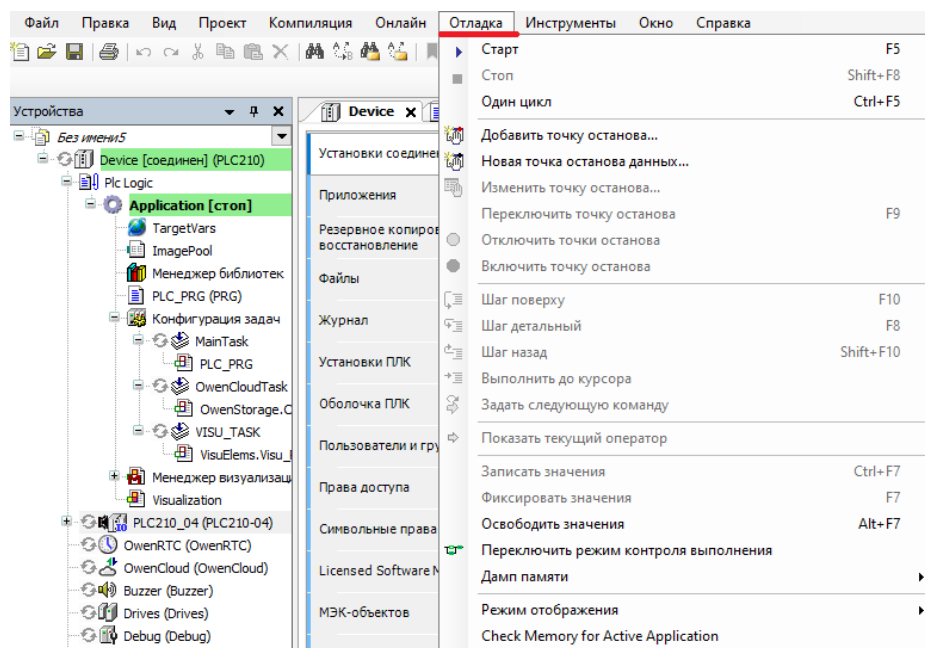

Рисунок 2.49 – Команды меню «Отладка»
**Методы отладки программы.** Меню «Отладка» (рис. 2.49) содержит команды для анализа ошибок в коде проекта. Большинство команд доступны только при подключении к контроллеру. Наиболее часто используемые команды: